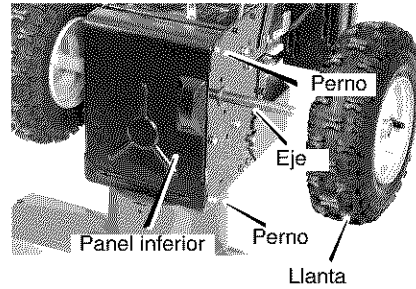

Figura 108
3. Quite los sujetadores que fijan la **llanta derecha**. Quite la **llanta derecha del eje** (consulte la Figura 108)
18. Instale el **panel inferior** (consulte la Figura 108).